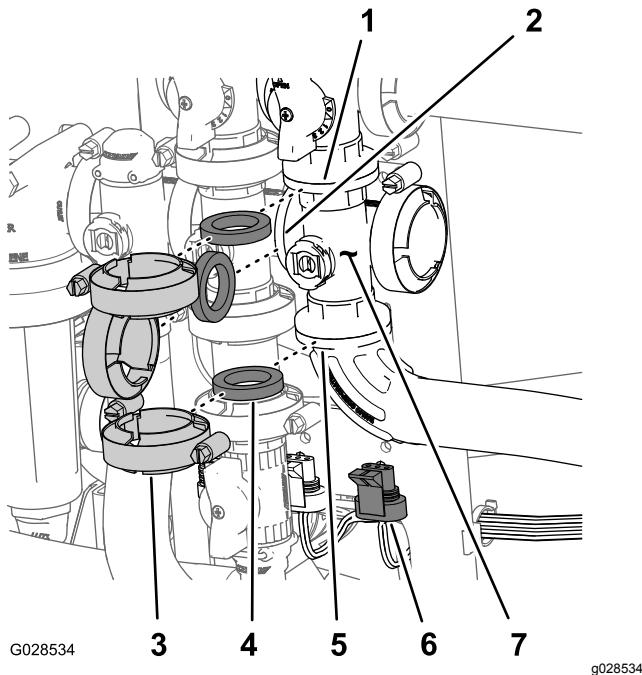

Figure 92
- Retirez les colliers et les joints qui fixent le collecteur de la vanne maîtresse des rampes (Figure 92) à la vanne de dérivation de la vanne maîtresse, la vanne d'agitation et le raccord à bride à 90° (au bout du flexible du débitmètre).